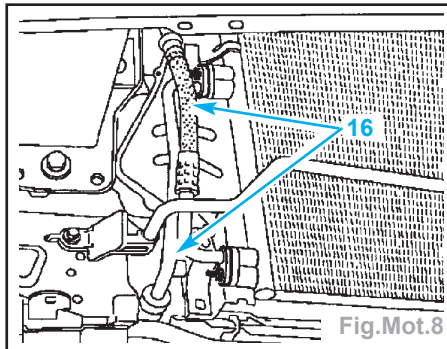

Fig.Mot.8
- Déposer les deux canalisations (16) (Fig.Mot.8).